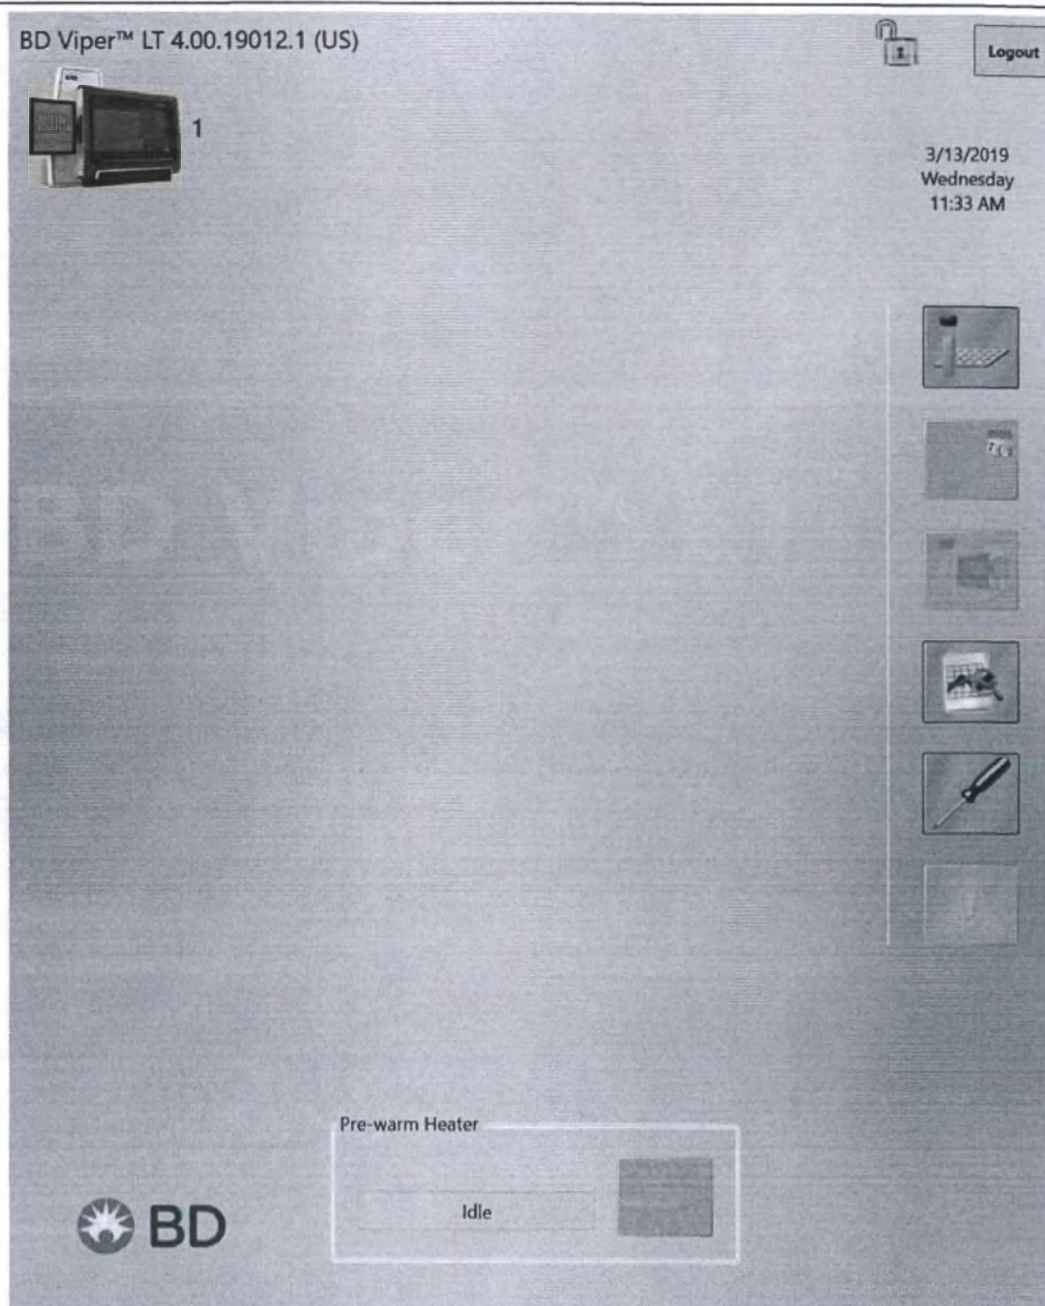

Рис. 1-4 — Экран «Основное состояние»
- **Экран «Основное состояние»** (рис. 1-4). Открывается после надлежащего выполнения входа; здесь отображаются текущие дата и время, версия программного обеспечения, номер прибора, состояние ЛИС и двери (заблокирована/разблокирована), состояние нагревателя для предварительного нагрева BD Pre-warm Heater, а также кнопки, позволяющие открывать все экраны настройки, состояния и эксплуатации прибора.